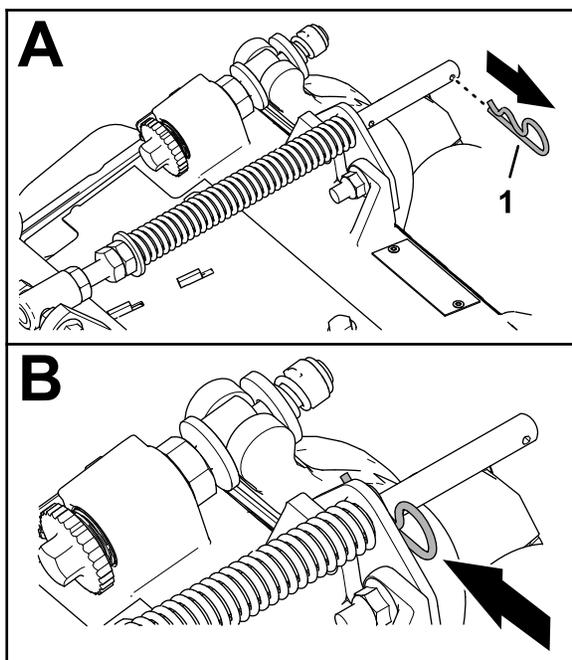

图 7
- 如果发卡销安装在补偿弹簧杆的后孔中——拆下发卡销并将其插到支架旁边的孔中图 7。